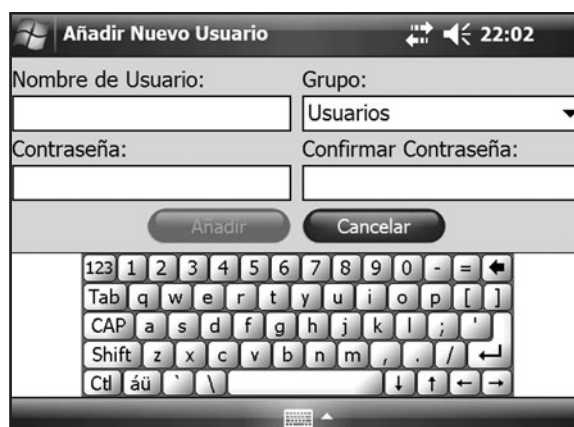

Ilustración 8-45: Ventana Añadir nuevo usuario.
2. Presione **Nuevo usuario**. Se abre la ventana Añadir nuevo usuario. Consulte la Ilustración 8-45.